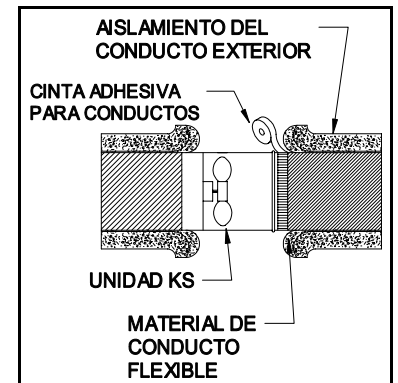

Figura 4
1. Corte y separe el conducto flexible. Doble al aislamiento exterior hacia atrás en el conducto para dejar expuesto el material flexible del conducto. (Ver figura 4)
2. Introduzca la unidad EVENAIR®, con el extremo ondulado mirando hacia la zona de problemas, en el conducto flexible y asegúrelo con cinta adhesiva para conductos. (Ver Figura 4)